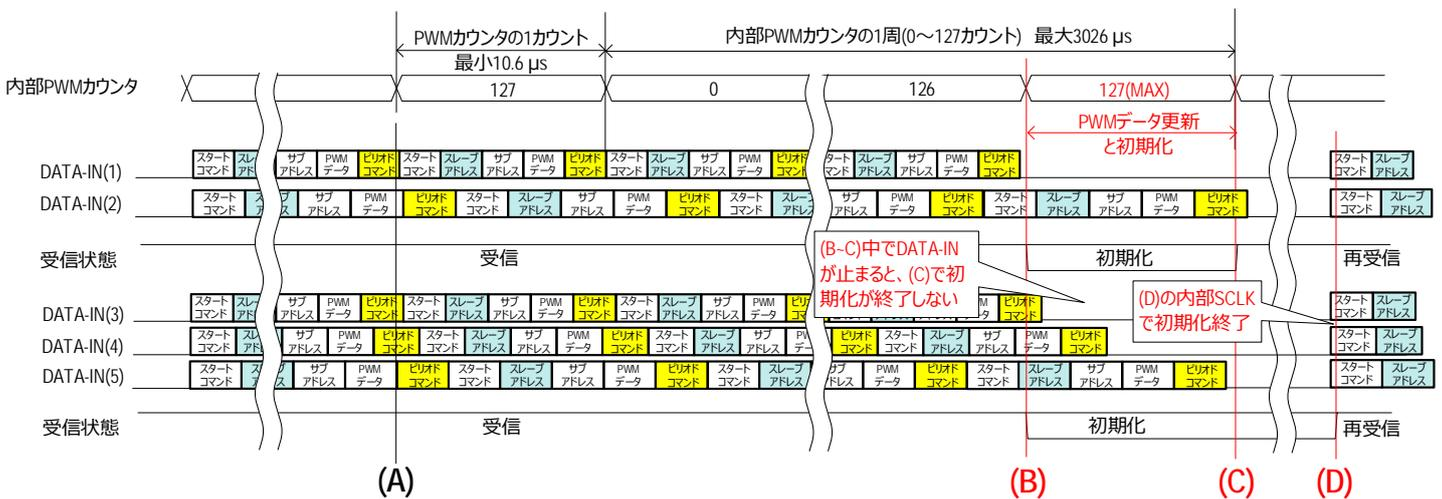

図 4.33 DATA-IN と PWM カウンタ、PWM カウンタ 127 のタイミングが遅い例 (1 線)
エラッタの発生は、PWM カウンタのタイミングに影響を受けます。図 4-32 および図 4-33 に、エラッタにならないタイミング (DATA-IN(1) ~ (2)の場合)、エラッタが発生するタイミング(DATA-IN(3) ~ (5))と PWM カウンタの関係を示します。